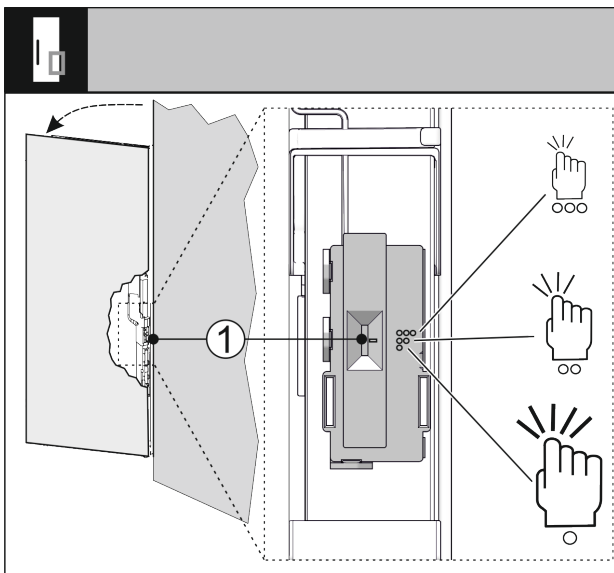

Fig. 32
Citlivosť snímača klopania môžete nastaviť pomocou spínača Fig. 32 (1). Spínač je na strane závesu v spodnej tretine dverí.
- ▶ Posuňte spínač Fig. 32 (1) do požadovanej polohy spínača.